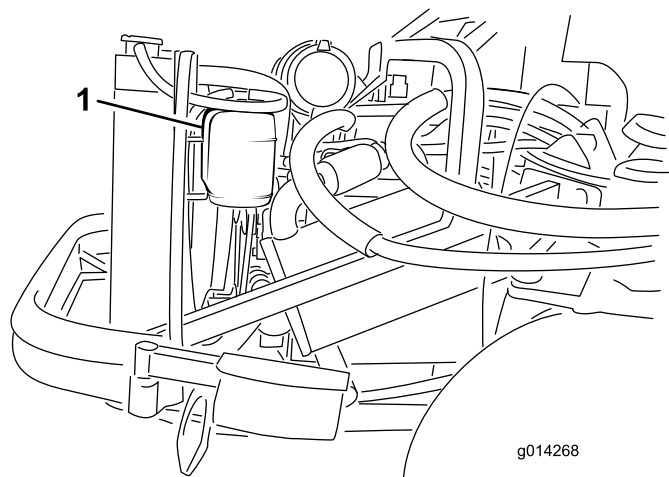

Bild 45
1. Prüfen Sie den Kühlmittelstand im Ausdehnungsgefäß (Bild 45). Er muss sich zwischen den Marken an der Seite des Gefäßes befinden.